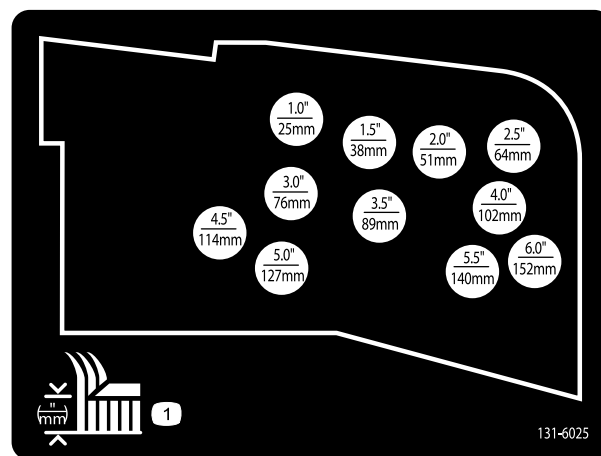

Figura 36
10. Monte las cadenas de altura de corte en el taladro de altura de corte deseado con el pasador y el pasador de horquilla (Figura 36).